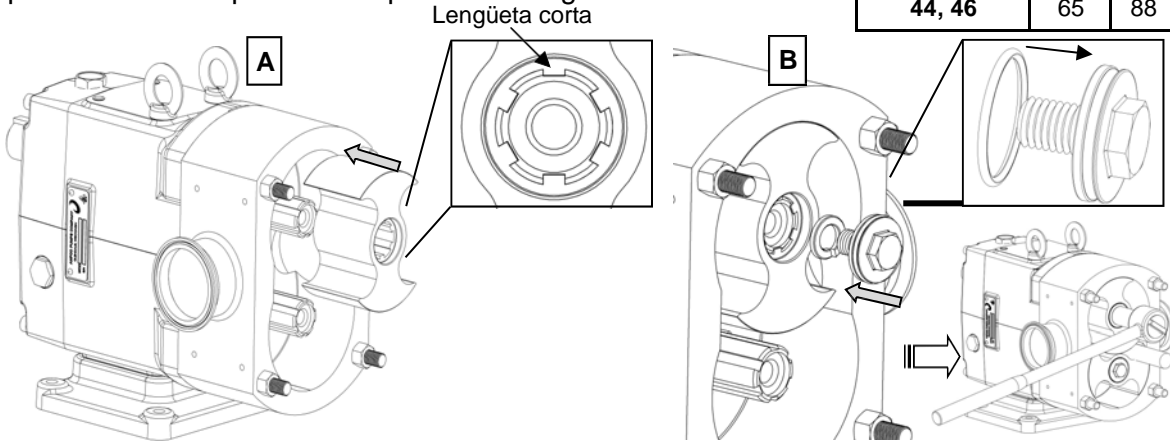

Figura 62: Instalación de rotor
2) Alinee la lengüeta corta del rotor con la lengüeta corta del eje y deslice el rotor sobre el eje (Figura 62, A). Instale una nueva junta tórica del perno del rotor en la ranura de la junta tórica del perno del rotor. Deslice la arandela de seguridad en el perno del rotor y rosque el perno del rotor en el eje, apretándolo con la llave apropiada y una cuña no metálica para mantener el rotor en su lugar (Figura 62, B). Vea la Tabla 4 para los valores de par de torsión requeridos. Repita con el segundo rotor.